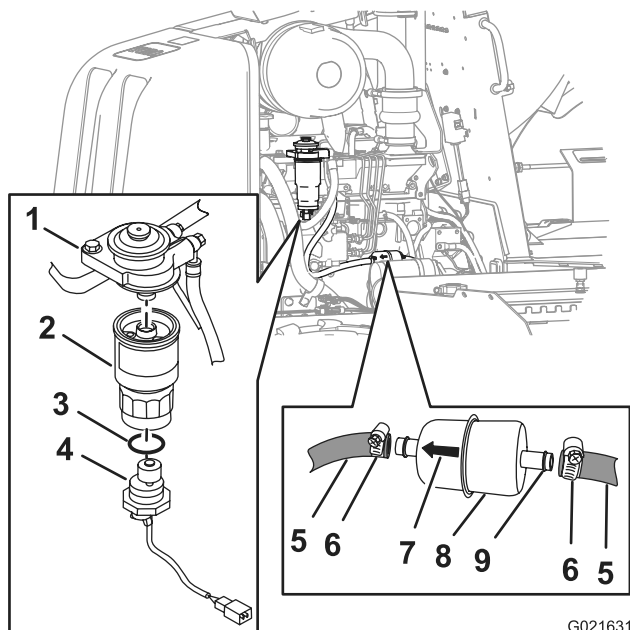

Figure 130
4. Desserrez les colliers et séparez le préfiltre des flexibles de carburant (Figure 130).
5. Alignez le préfiltre neuf sur les flexibles en dirigeant vers l'avant la flèche imprimée sur le filtre (Figure 130).
6. Enfilez les flexibles sur le raccord du préfiltre et serrez les colliers (Figure 130).
- C. Saisissez fermement l'élément filtrant secondaire et tournez le capteur d'eau dans le sens antihoraire, puis déposez le capteur d'eau (Figure 130).
- D. Saisissez fermement l'élément secondaire du filtre à carburant et tournez-le dans le sens antihoraire, puis déposez-le de l'adaptateur (Figure 130).
- B. Alignez l'élément secondaire neuf sur l'adaptateur (Figure 130).
- D. Alignez le joint torique neuf sur le capteur d'eau (Figure 130).
- E. Alignez le capteur d'eau au bas de l'élément secondaire (Figure 130).
- F. Saisissez fermement l'élément secondaire et tournez le capteur d'eau à la main dans le sens horaire jusqu'à ce qu'il soit serré (Figure 130).